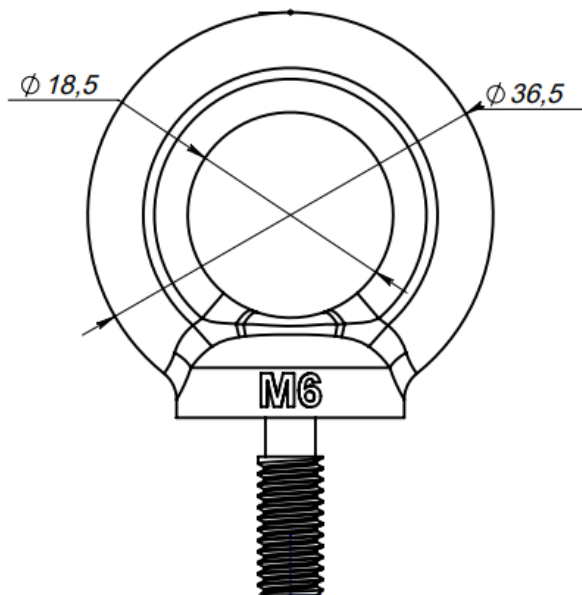

Рис.1
1. Подвесить светильник, используя рым-болт, установленный на корпусе светильника (рис. 1), к опорной поверхности.